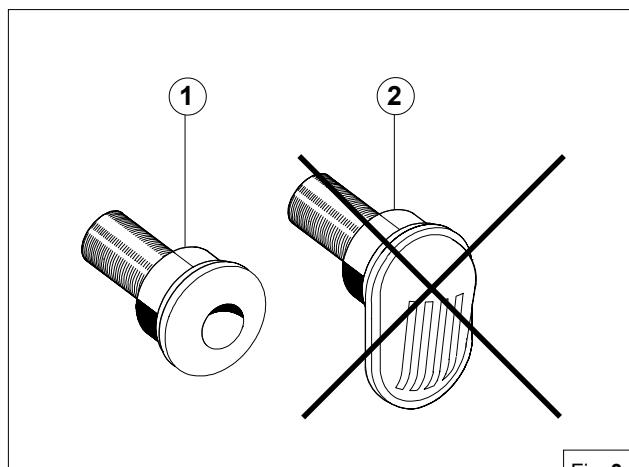

Fig. 3
Sulle imbarcazioni i sistemi normalmente adottati per l'immissione dell'acqua sono due (fig. 3).
Boats usually use one of two systems to collect water (fig. 3):
Les systèmes normalement adoptés sur les embarcations pour l'introduction de l'eau sont au nombre de deux (figure 3):
La MASE raccomanda il sistema a presa diretta rif. 1 fig. 3 in quanto questo sistema previene l'ingresso di acqua in pressione nei condotti di aspirazione, generando invece una depressione facilmente superabile dalla prevalenza della pompa acqua del gruppo elettrogeno.
MASE recommend the direct infeed system ref. 1 fig. 3 since this system prevents water under pressure entering the suction ducts and instead forms a pressure which can easily be overcome by the water pump of the electric generator.
MASE recommande le système à prise directe r  f. 1 figure 3 car ce syst  me pr  vient l'entr  e de l'eau sous pression dans les conduites d'aspiration et engendre, au contraire, une d  pression qui peut facilement  tre corrig  e par la hauteur d' l  vation de la pompe   eau du groupe  lectrog  ne.